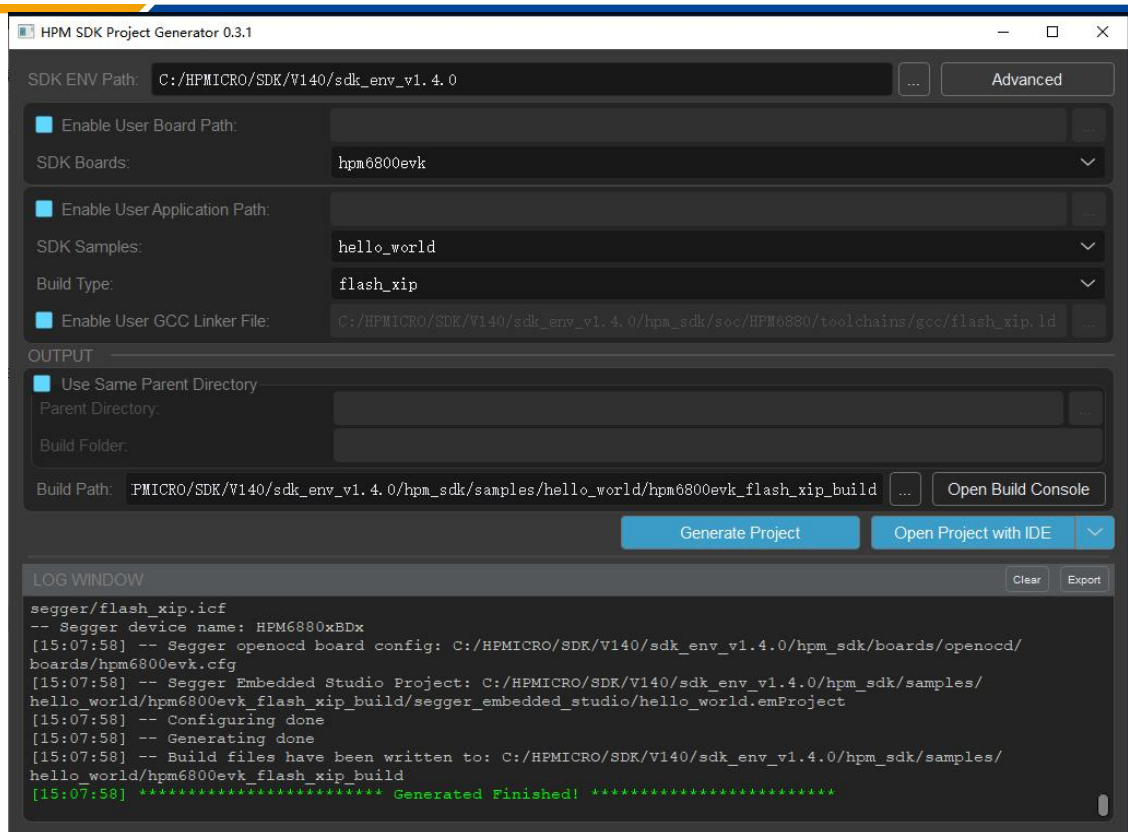

图 21: GUI project generator生成hello\_world工程
17. 在GUI project generator界面中的”SAMPLES”下拉列表中选择”hello\_world”，在”BOARDS”下拉列表中选择”hpm6800evk”，在”TYPE”下拉列表中选择”flash\_xip”。点击”Generate Project”按钮，即可生成flash\_xip类型的hello\_world工程。如图 21所示。